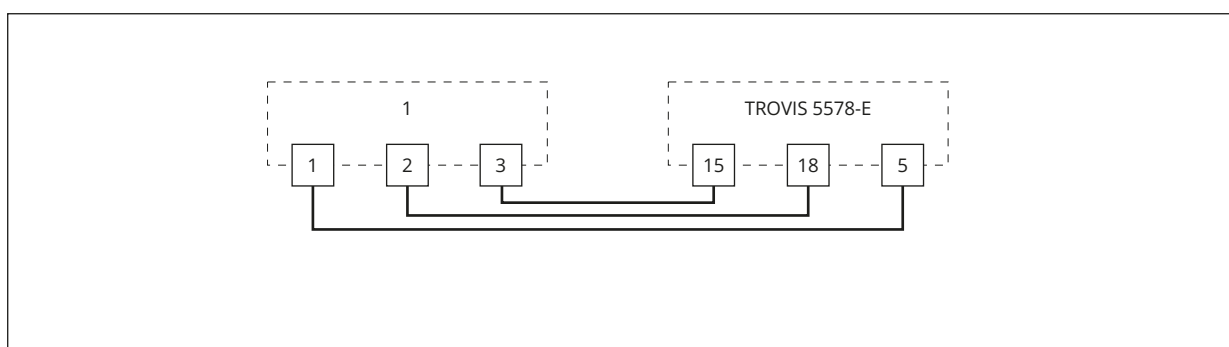
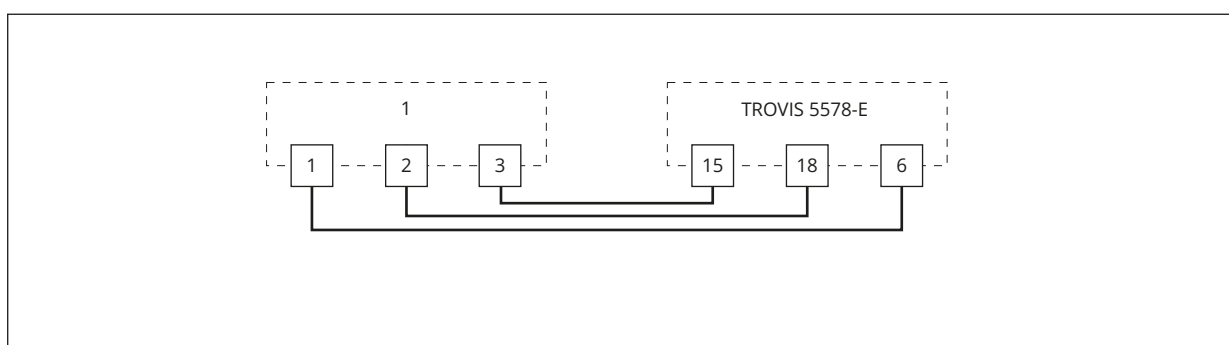
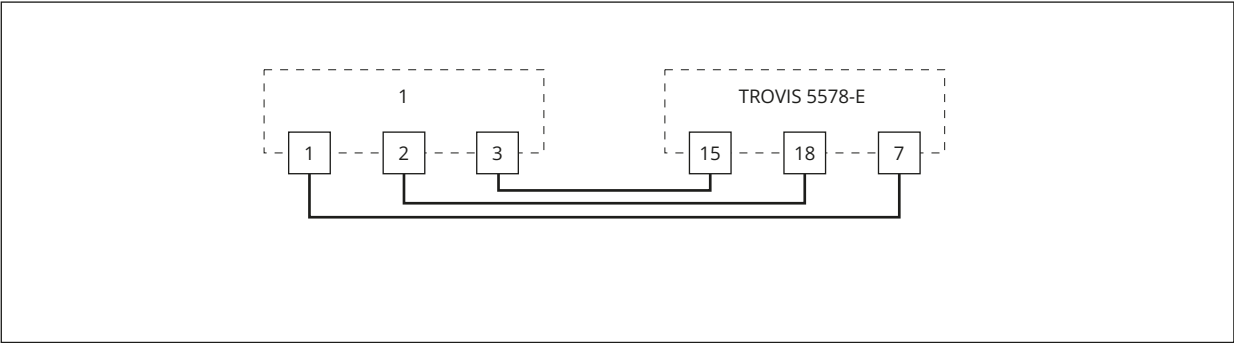

Fig. 5 : Raccordement d'un poste de commande pour RK1
Fig. 6 : Raccordement d'un poste de commande pour RK2
Fig. 7 : Raccordement d'un poste de commande pour RK3
- ⇒ Procéder au raccordement selon Fig. 5, Fig. 6 et Fig. 7.